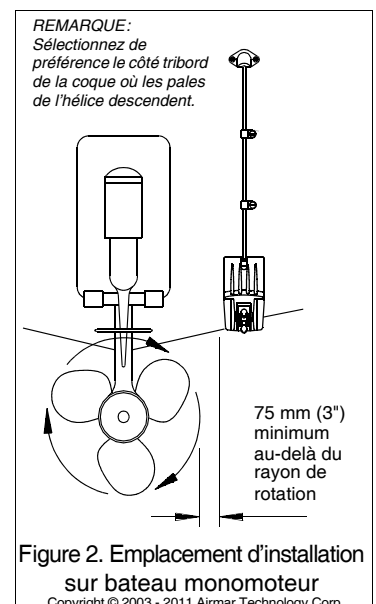

Figure 2. Emplacement d'installation sur bateau monomoteur
- **Bateau monomoteur** — Installez la sonde à 75 mm (3") au moins, du rayon de rotation de l'hélice (voir Figure 2).